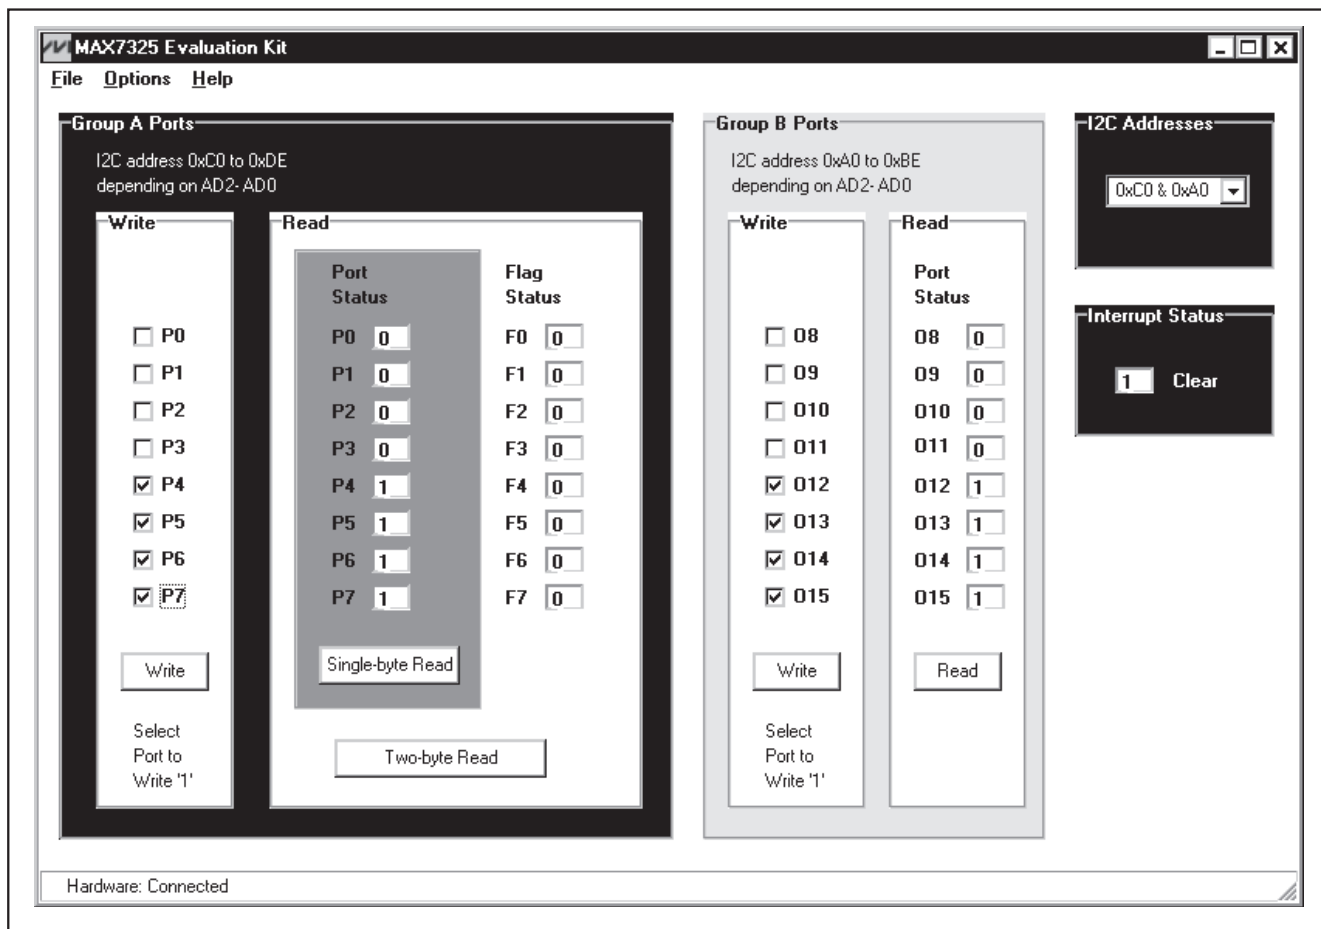

図1. MAX7325評価ソフトウェアのメインウィンドウ
8) **スタート**メニューを開き、MAX7325のEVキットソフトウェアを起動します。GUIメインウィンドウが表示されます(図1参照)。
MAX7325のEVキットソフトウェアを起動するには、インストール時に作成されたMAX7325のEVキットアイコンをダブルクリックします。GUIメインウィンドウが表示されます(図1参照)。
Group A Ports (グループAポート)グループボックス(図1参照)は、Write (書込み)グループボックスとRead (読取り)グループボックスを含んでいます。Read (読取り)グループボックスは、Port Status (ポートステータス)とFlag Status (フラグステータス)の2つの部分で構成されます。